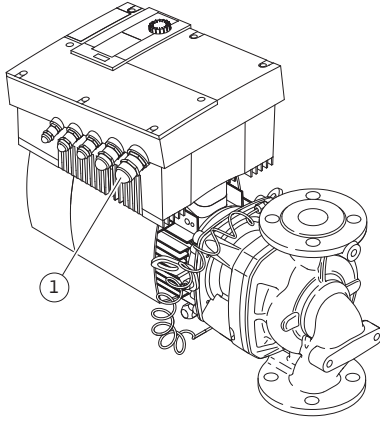

Fig. 30: Kablo bağlantısı M25
- Elektrik şebekesi bağlantısı hattı, M25 kablo bağlantısından (Fig. 30, Poz. 1) geçirilmelidir.